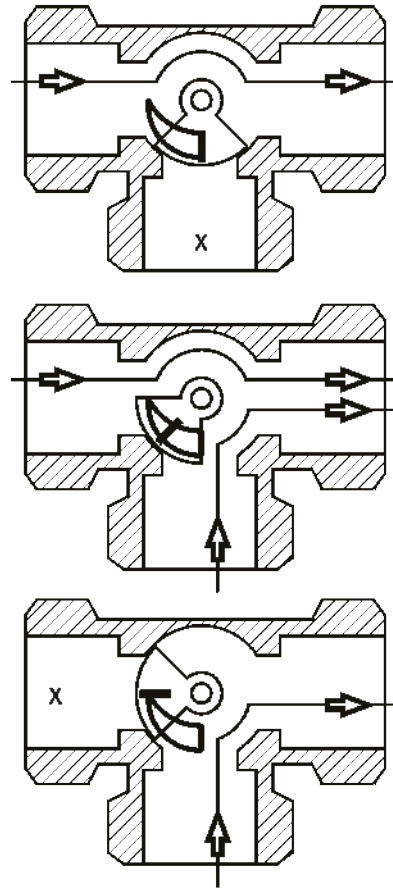
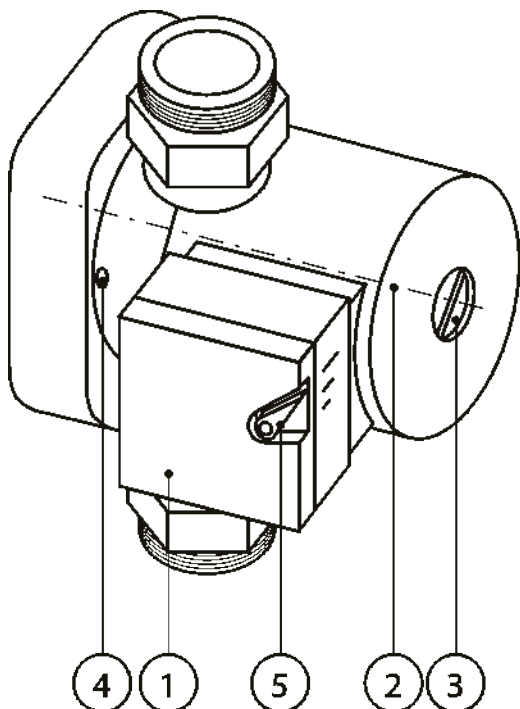

Рисунок 3. Положения регулирующего элемента трехходового вентиля при разных режимах работы теплообменника
Рисунок 6. Основные элементы насоса:
В режиме работы теплообменника с максимальным теплосъемом (положение вентиля А на рис. 3) вся жидкость циркулирует между теплообменником и источником теплоснабжения по большому контуру.
Если требуется уменьшение мощности (положение вентиля Б на рис. 3), по команде от блока управления сервопривод (5) открывает трехходовой вентиль (6)
Узел устанавливается так, чтобы вал мотора насоса (2 на рис. 6) находился в горизонтальной плоскости.
Коробка электроподключения насоса (1 на рис. 6) не должна располагаться в нижнем положении.
В случае изоляции (термоизоляции) корпуса насоса отверстия слива конденсата (4 на рис. 6) должны быть открыты.
Коробка электроподключения насоса (поз.1, рис.6) не должна располагаться в нижнем положении. Для изменения её положения допускается перевернуть переднюю часть корпуса относительно задней, вывернув 4 винта его крепления (поз.6, рис.3).
Кабель заводится в коробку электроподключения (1 на рис. 6) через зажимной сальник и подключается к клеммам внутри нее. Кабель должен быть надежно закреплен на несущих конструкциях.
- заполнить систему и насос теплоносителем, вытеснив весь воздух, при необходимости удалив резьбовую заглушку в насосе (3 на рис. 6), и проверить легкость вращения вала насоса пробным запуском;
Слишком шумная работа насоса может свидетельствовать о наличии воздуха в системе, малом давлении на входной магистрали либо о загрязнении или поломке насоса – следует переключить насос на более низкую скорость вращения (5 на рис. 6).
Слив теплоносителя из корпуса насоса при консервации гидросистемы осуществляется через специальное отверстие (рис.6, поз.4) или, если его нет, путём снятия верхней части корпуса насоса при удалении 4-х винтов его крепления (рис.6, поз.6).
При необходимости можно производить изменение частоты вращения электродвигателя насоса переключателем (5 на рис. 6) без его выключения.